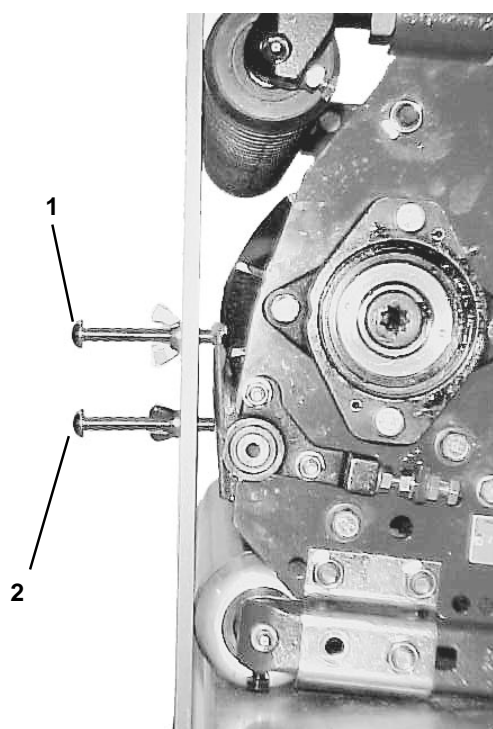

Figure 18
4. Inversez la première vis sur le calibre de sorte que les têtes des deux vis soient dirigées dans le même sens (Fig. 18).
5. Placez le calibre sur la contre-lame de sorte que les deux vis touchent la contre-lame et que le calibre touche les rouleaux avant et arrière (Fig. 18).
10. Placez le calibre en travers des rouleaux avant et arrière. La tête de la première vis doit s'adapter parfaitement sur le bord de la contre-lame et la deuxième vis doit toucher la contre-lame. Réglez alors le rouleau avant jusqu'à ce qu'il touche le calibre (Fig. 18).